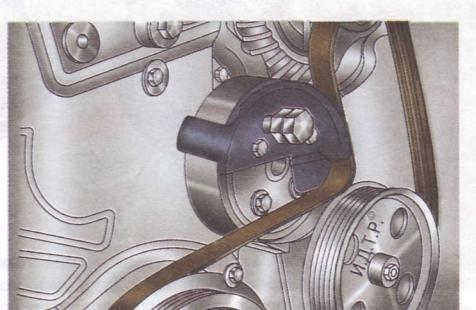

Рис. 4.9. Монтаж ремня привода вспомогательных агрегатов на шкив водяного насоса
10. Поворачивайте приспособление для монтажа ремня за установленный в нем болт по часовой стрелке (рис. 4.9) до момента наложения ремня на шкив водяного насоса (в этот момент натяжение ремня ослабнет).